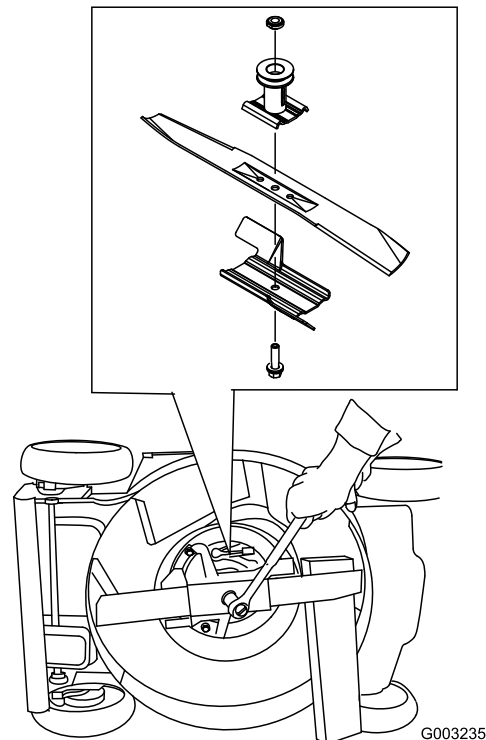

Figure 28
- Immobilisez la lame avec un morceau de bois (Figure 28).